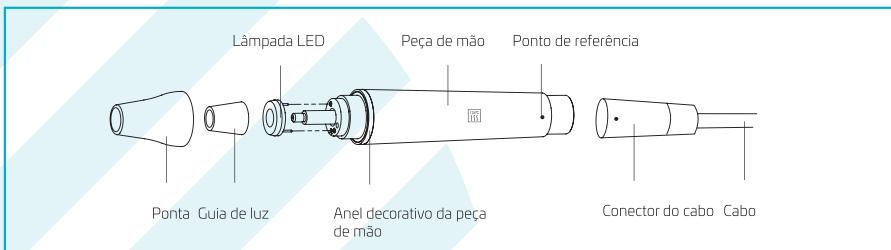

Figura 2 Peça de mão com lâmpada LED
Componentes principais da peça de mão removível (ver Figura 2).
4. Instruções para os componentes principais da peça de mão removível (ver Figura 2)